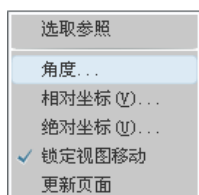

图 4.9.9 快捷菜单
(3) 选取圆心为直线起点，再在空白处右击；系统弹出图 4.9.9 所示的快捷菜单，选择 命令，在弹出的角度文本框后输入角度值 0，单击 ☒ 按钮；然后在圆上的参照点处单击鼠标左键。